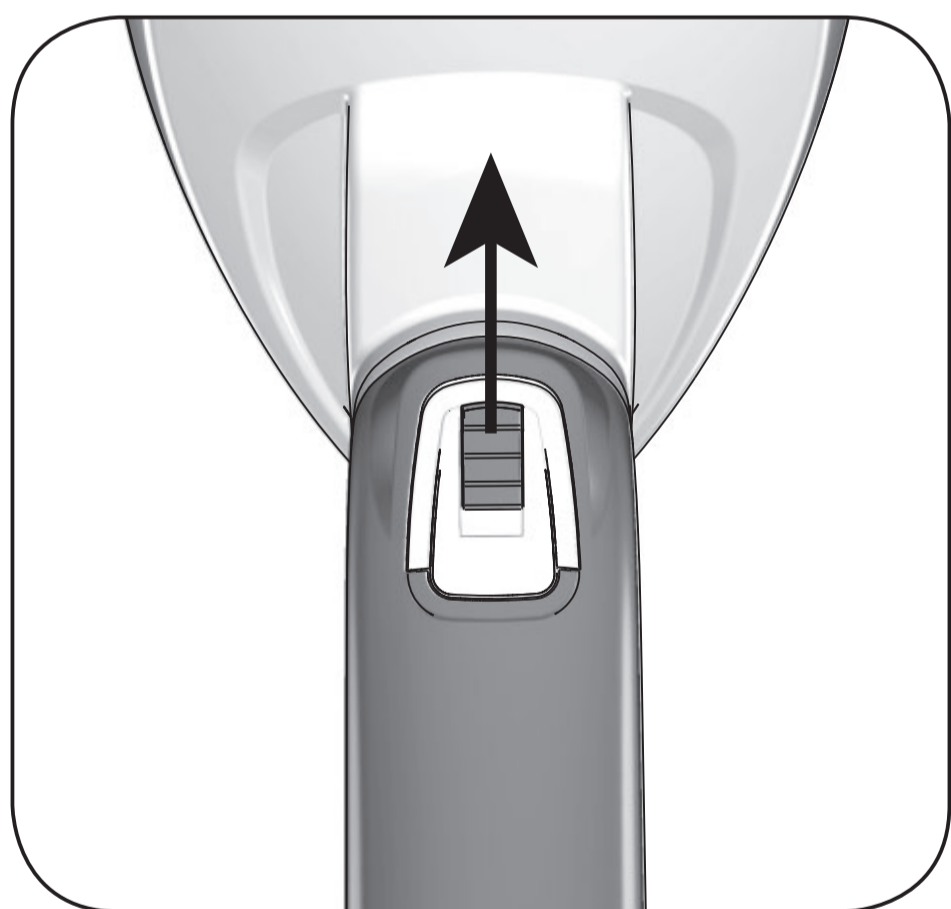
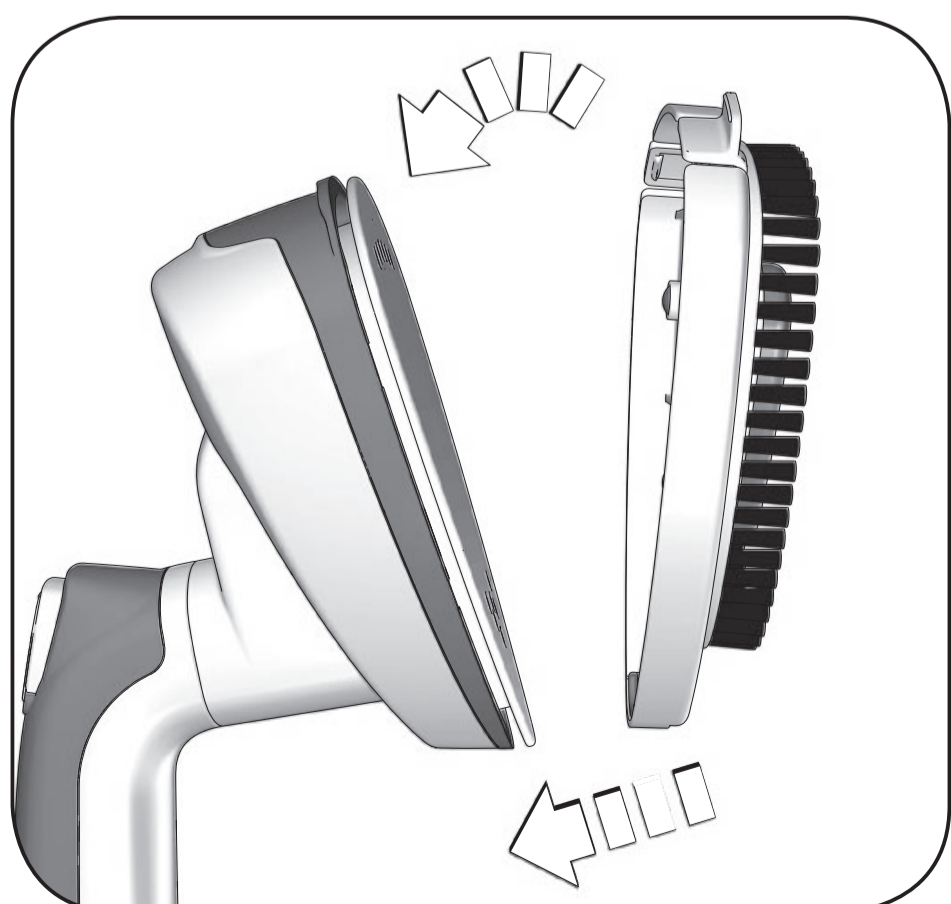
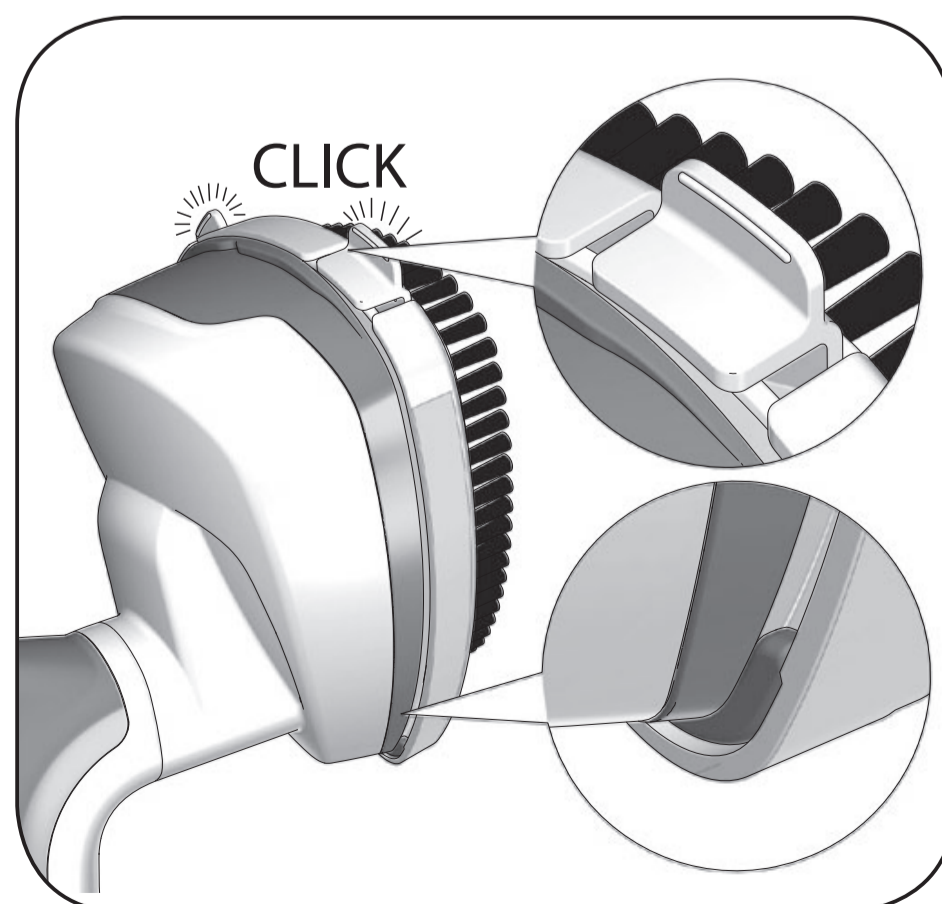
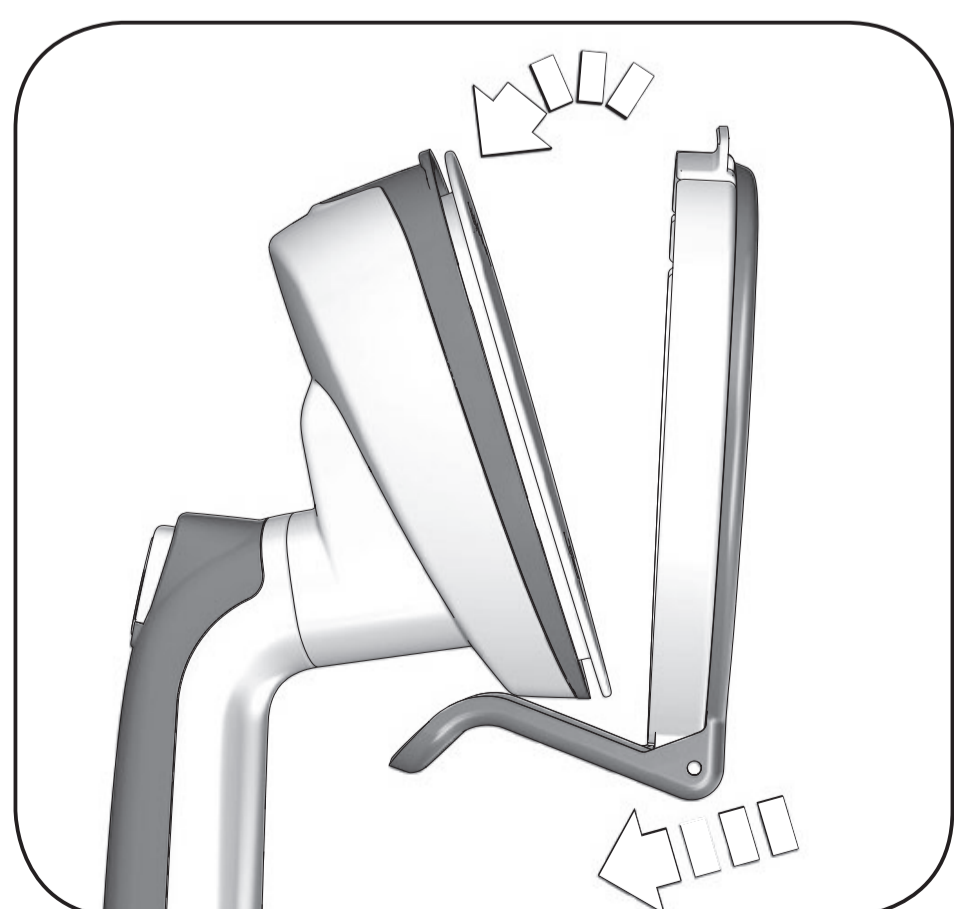

Fig. 13
Fig. 14
Fig. 15
Fig. 16
2. Tirar de la prenda con la mano libre. Colocar el aparato sobre las arrugas de la ropa. Presionar el botón del vapor (F) y luego soltarlo. Mover el aparato de derecha a izquierda. Mueva el aparato de arriba a abajo. Presionar varias veces el botón del vapor (F).
3. Para emitir un chorro de vapor continuo y constante, desplace el cursor de bloqueo para el vapor hacia arriba (Fig. 13).
1. Montar el cepillo. Inserte primero la punta del cepillo (Fig. 14). La introducción es correcta al oír un “clic” (Fig. 15).
2. Coloque la prenda en una percha. Tirar de la prenda con la mano libre. Colocar el aparato sobre las arrugas de la ropa. Presionar el botón del vapor (F) y luego soltarlo. Mover el aparato de derecha a izquierda. Mueva el aparato de arriba a abajo utilizando el cepillo. Presionar varias veces el botón del vapor (F).
2. Monte el accesorio para los pliegues. La introducción es correcta al oír un “clic” (Fig. 16).
3. Coloque la prenda en una percha. Tirar de la prenda con la mano libre. Presione la palanca del accesorio. Introduzca la prenda en la ranura. Presionar el botón del vapor (F) y luego soltarlo. Mueva el aparato de arriba hacia abajo hasta eliminar el pliegue. Presionar varias veces el botón del vapor (F).
4. Para emitir un chorro de vapor continuo y constante, desplace el cursor de bloqueo para el vapor hacia arriba (Fig. 13).